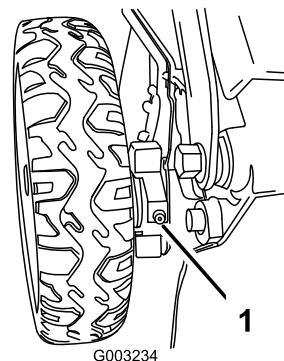

Figura 28
- Limpie con un trapo limpio los puntos de engrase situados justo dentro de las ruedas traseras (Figura 28).